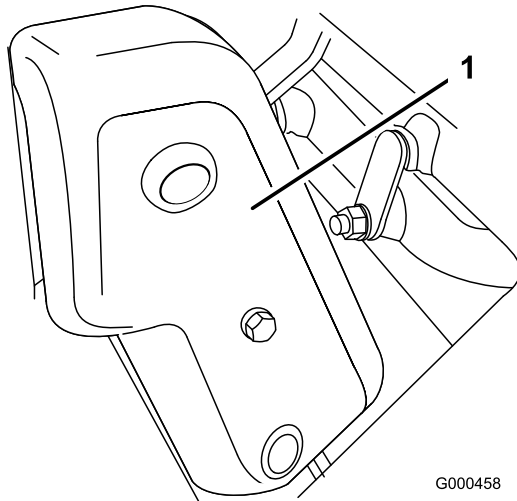

Bild 37
1. Nehmen Sie die Befestigungsschrauben der Riemenabdeckung und die Riemenabdeckung ab, um den Riemen zugänglich zu machen (Bild 37).